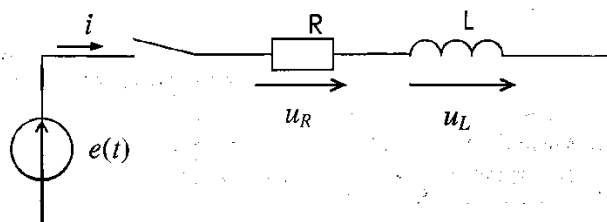

Рис. 20.1
- Эквивалентная схема исследуемой цепи, состоящая из источника ЭДС, резистора  $R$  и катушки индуктивности  $L$  (рис. 20.1).